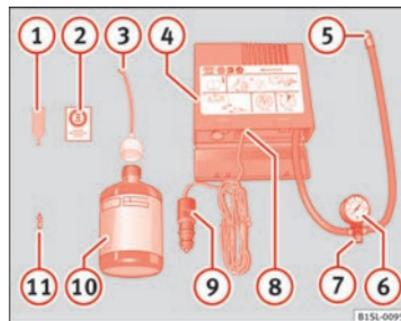

Fig. 148 Representación estándar: Contenido del kit antipinchazos.
El kit antipinchazos se encuentra en el compartimento del maletero bajo el revestimiento del piso. Incluye los siguientes componentes → fig. 148:
10. Pegue el adhesivo ⇒ fig. 148 ② del kit antipinchazos en un lugar visible del tablero de instrumentos.
- Desenrosque el obús de válvula del neumático con el correspondiente útil ⇒ fig. 148 ① y colóquelo sobre una superficie limpia.
- Agite enérgicamente la botella de sellante de neumáticos ⇒ fig. 148 ⑩ durante unos segundos.
- Enrosque el tubo de inflado ⇒ fig. 148 ③ fijamente en la botella de sellante girándolo en el sentido de las agujas del reloj. El precinto de la boca de la botella se traspasa automáticamente.
- Retire el tapón del tubo de llenado ⇒ fig. 148 ③ y enrosque el extremo abierto del tubo en la válvula del neumático.
- Vuelva a enroscar el obús de válvula con el correspondiente útil ⇒ fig. 148 ① en la válvula del neumático.
- Enrosque fijamente el tubo de inflado del neumático ⇒ fig. 148 ⑤ del compresor en la válvula del neumático.
- Compruebe si el tornillo de evacuación de aire ⇒ fig. 148 ⑦ está cerrado.
- Acople el conector ⇒ fig. 148 ⑨ a una toma de corriente de 12 voltios del vehículo ⇒ página 123.
- Conecte el compresor de aire con el conmutador ON/OFF ⇒ fig. 148 ⑧.
Vuelva a enroscar el tubo de inflado ⇒ fig. 148 ⑤ y compruebe la presión en el manómetro ⑥.